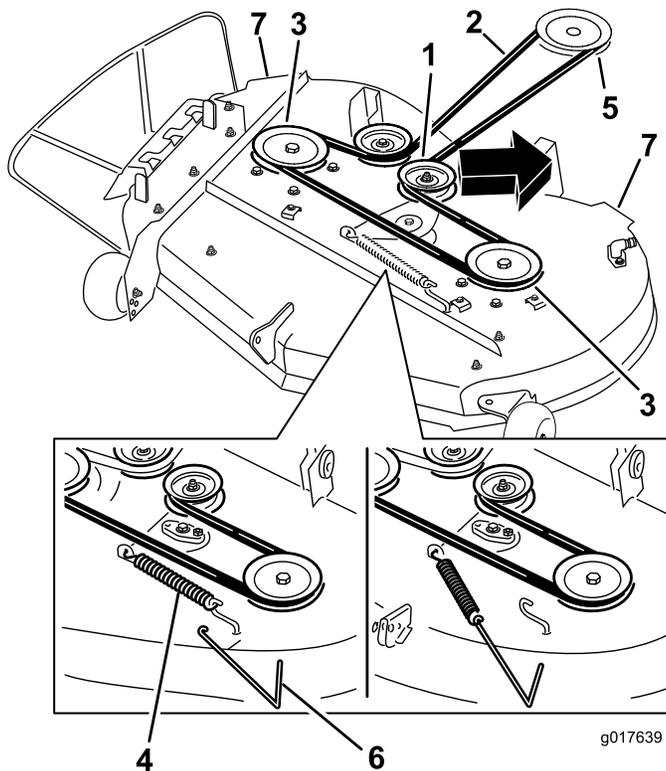

Figura 59
4. Usando una herramienta para la retirada de muelles (Pieza Toro N° 92-5771), retire el muelle tensor del gancho de la carcasa para eliminar la tensión de la polea tensora, y retire la correa de las poleas (Figura 59).
5. Pase la correa nueva alrededor de las poleas del motor y del cortacésped (Figura 59).
muelle tensor sobre el gancho de la carcasa y tense la polea tensora y la correa (Figura 59).